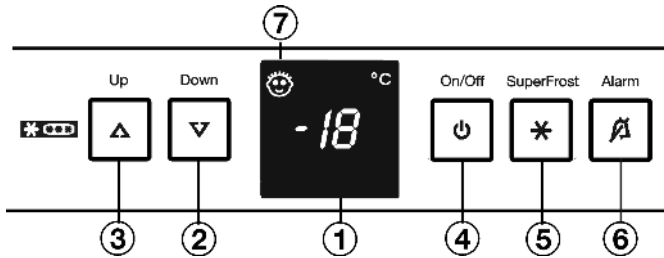

Fig. 2
- ▶ нажмите кнопку On/Off Fig. 2 (4).
- ▶ Активация режима настройки: удерживайте кнопку SuperFrost Fig. 2 (5) прибл. 5 секунд.
- ▶ Кнопкой настройки Up Fig. 2 (3) или кнопкой настройки Down Fig. 2 (2) выберите h .
- ▶ Подтвердить: Коротко нажмите кнопку SuperFrost Fig. 2 (5).
- ▶ Увеличение яркости индикации: нажмите кнопку настройки Up Fig. 2 (3).
- ▶ Уменьшение яркости индикации: нажмите кнопку настройки Down Fig. 2 (2).
- ▶ Подтвердить: нажмите кнопку SuperFrost Fig. 2 (5).
- ▶ Выход из режима настройки: нажмите кнопку On/Off Fig. 2 (4).